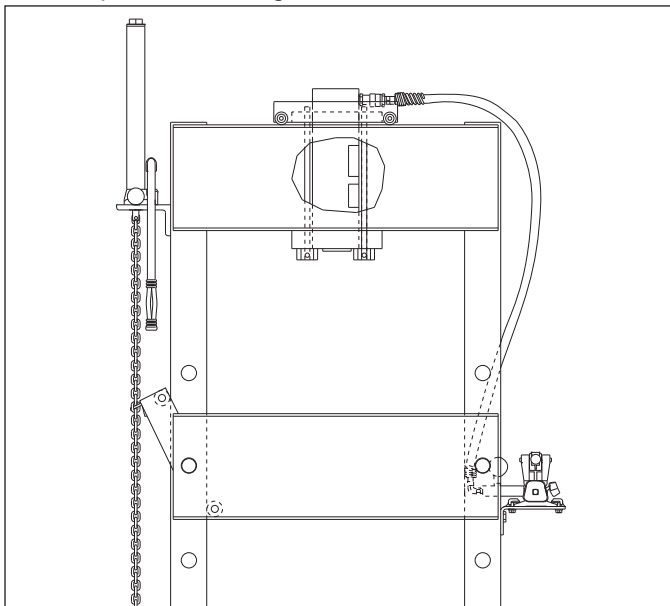

Figura 4. Conexiones hidráulicas para cilindros de acción sencilla
4.1 Cilindros de acción sencilla (Consulte la Figura 4)